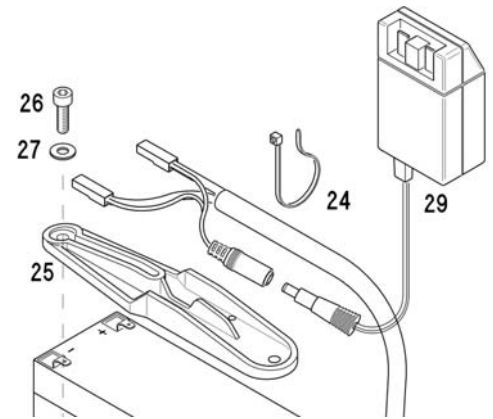

Bild 13
- ⇒ Ladegerät an die Ladebuchse am Batteriedeckel anschließen (Bild 13)